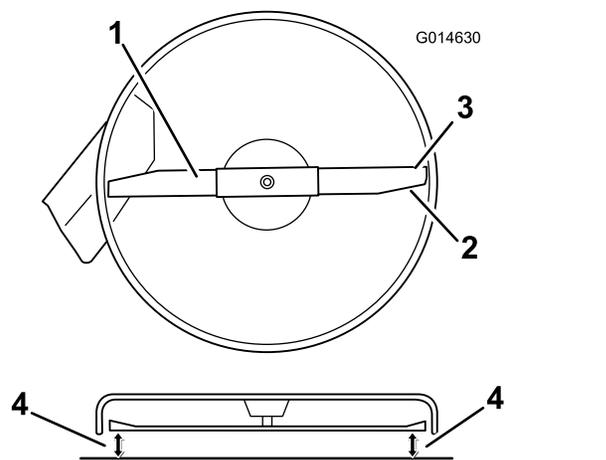

Figure 51
4. Faites pivoter la lame avec précaution pour la placer dans le sens transversal (Figure 51).
5. Mesurez la distance entre les tranchants extérieurs et le sol plat (Figure 51).